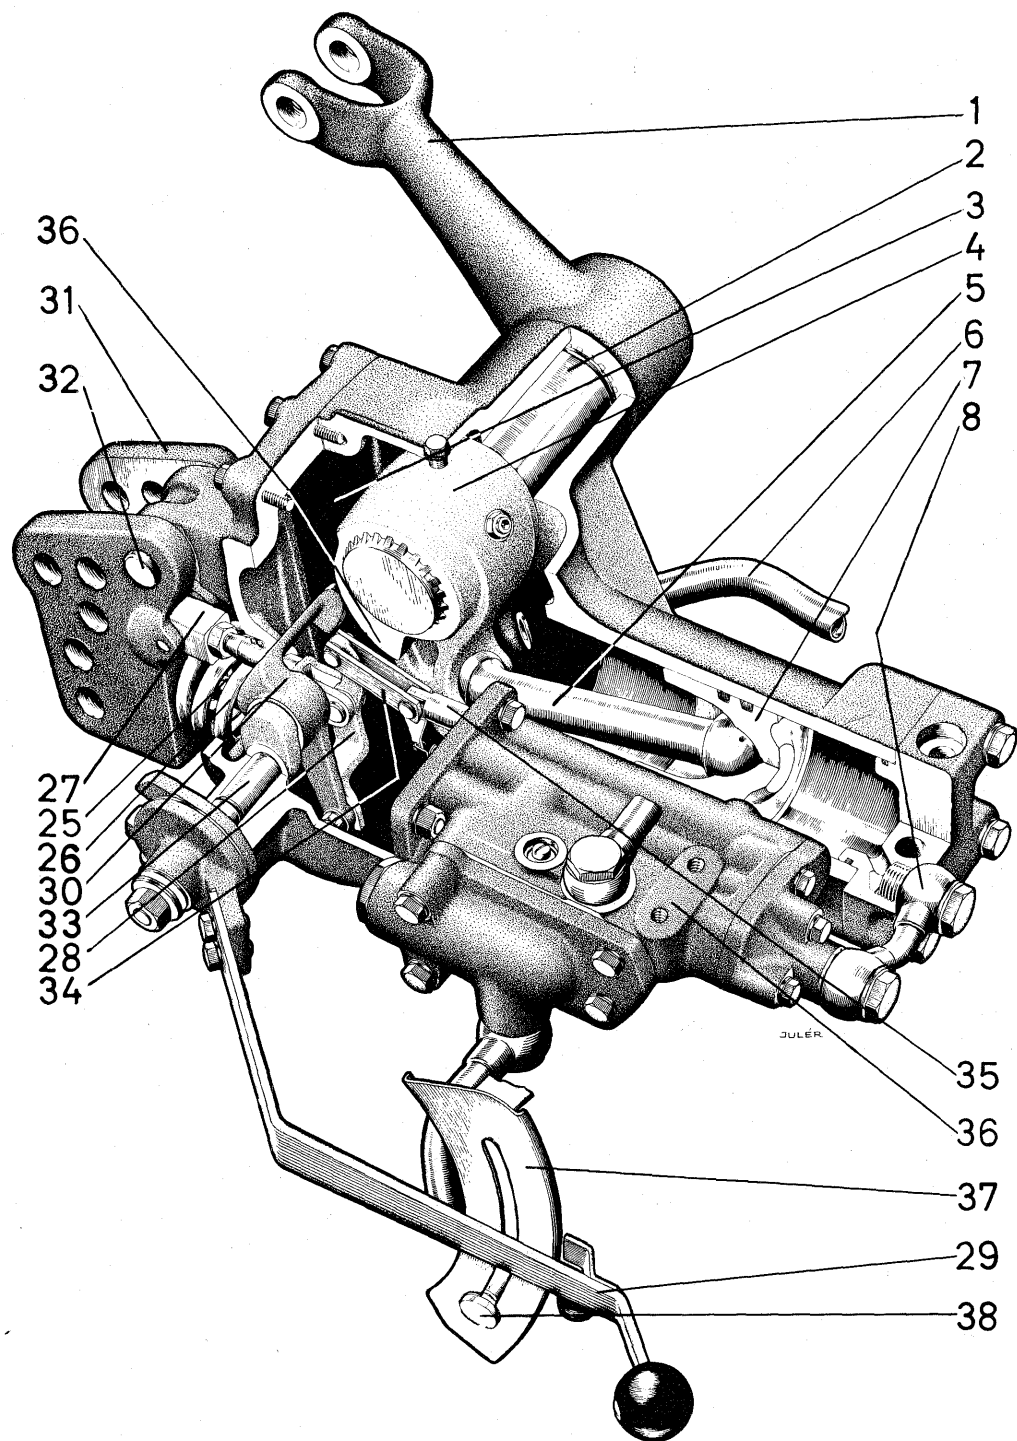

Fig. 39. Terra-Trel hydrauliksystemet.
Løftearmsakslen (2) fig. 39 og 40 er lejret i hydraulikhuset (3). Løftearmene (1) og den indre arm (4) er indbyrdes forbundne ved akslens noter. Hydraulikhusets forreste del er udformet som cylinder for stemplet (7). Hydraulikcylindere er ved en kort rørforbindelse (8) forbundet med reguleringsventilen. Hydraulikhusets bageste del er ved røret (6) forbundet med hydraulikolietanken.